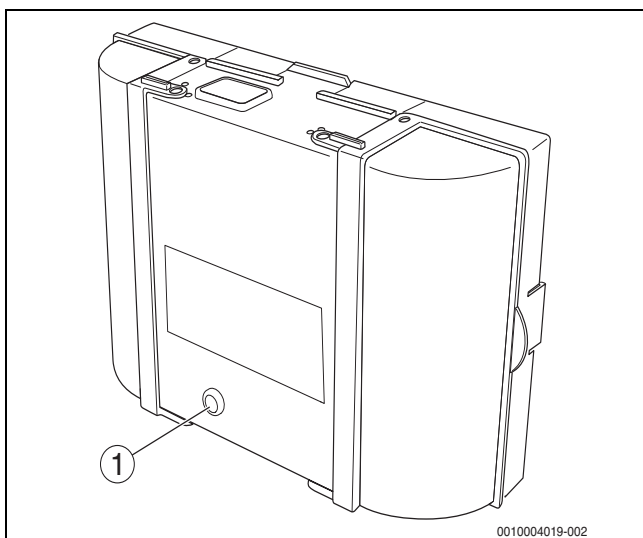

Bild 85 Störungen am Feuerungsautomaten zurücksetzen
- ▶ Taste „Entstören“ am Feuerungsautomaten drücken (→ Bild 85).